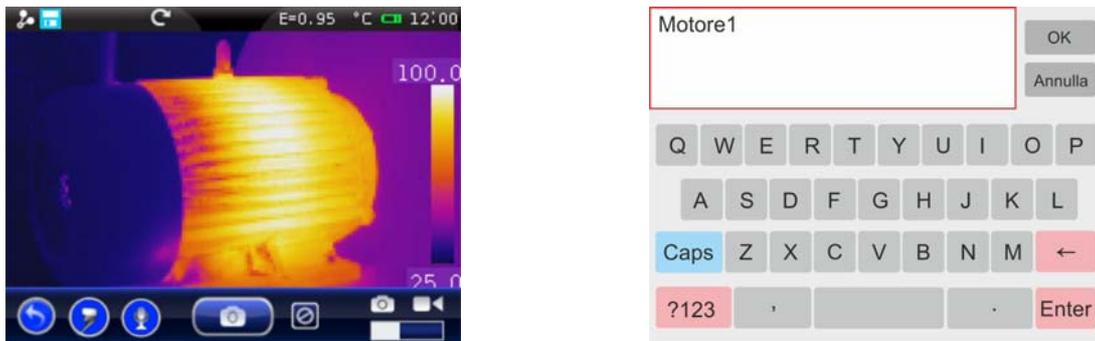

Fig. 63: Inserimento annotazione testuale
1. Eseguire il salvataggio di una immagine in accordo alla procedura descritta nel § 5.2.4.1). Al termine dell'operazione la situazione dello strumento è mostrata nella Fig. 63 – Parte sinistra)
2. Toccare l'icona "🗨️". La videata di Fig. 63 – Parte destra è mostrata a display